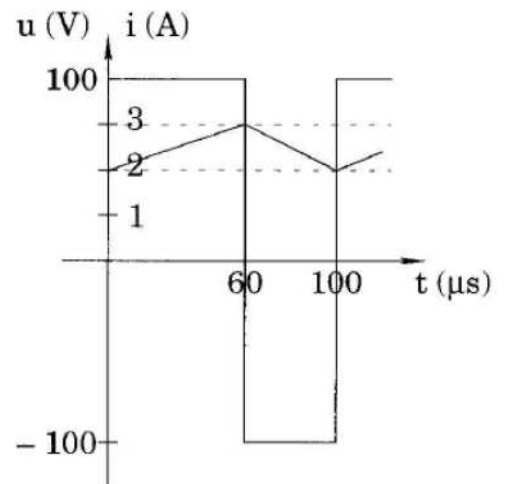

Figure 5
9) Déduire du relevé de la figure 5 la valeur de  $L$ .